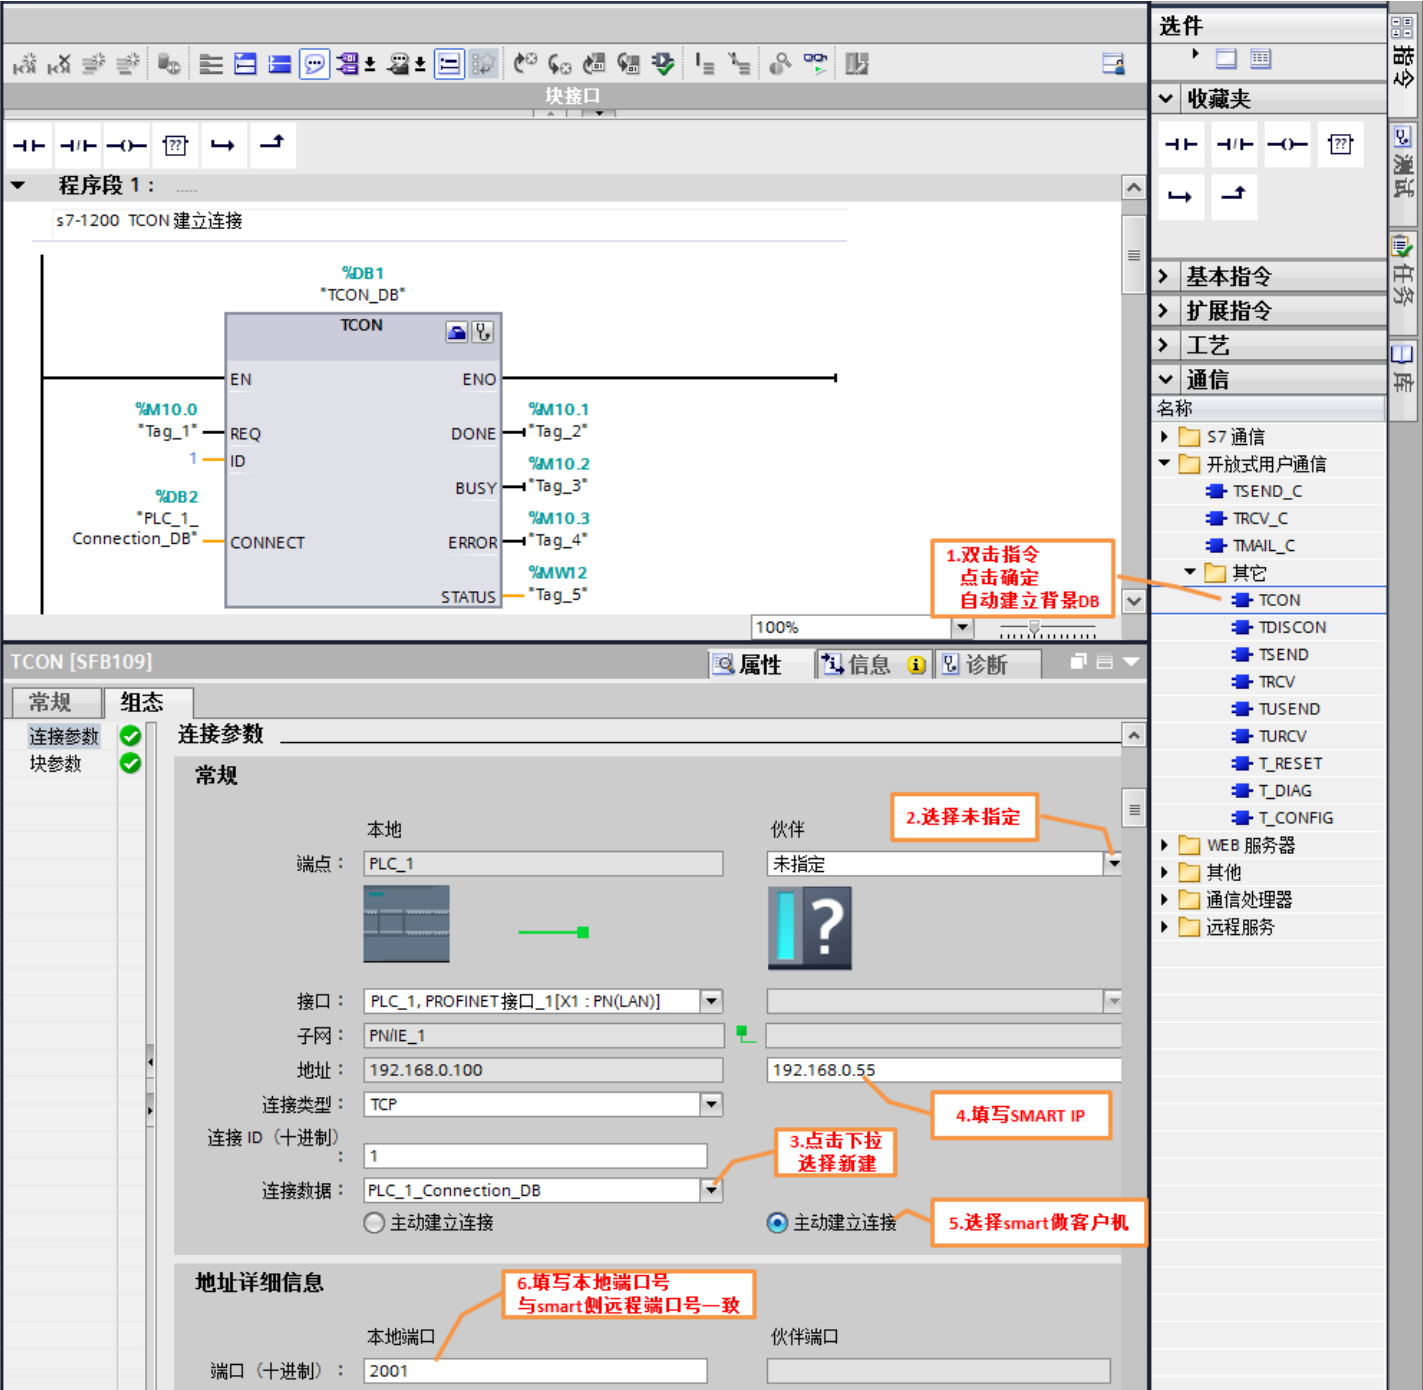

图7. 调用TCON指令并配置连接参数
5.在S7-1200 中调用建立连接指令，进入“项目树”>“ PLC_1”>“程序块”>“OB1” 主程序中，从右侧窗口 “指令”>“通信”>“开放式用户通信”下调用“TCON” 指令，配置连接参数，如图7所示。